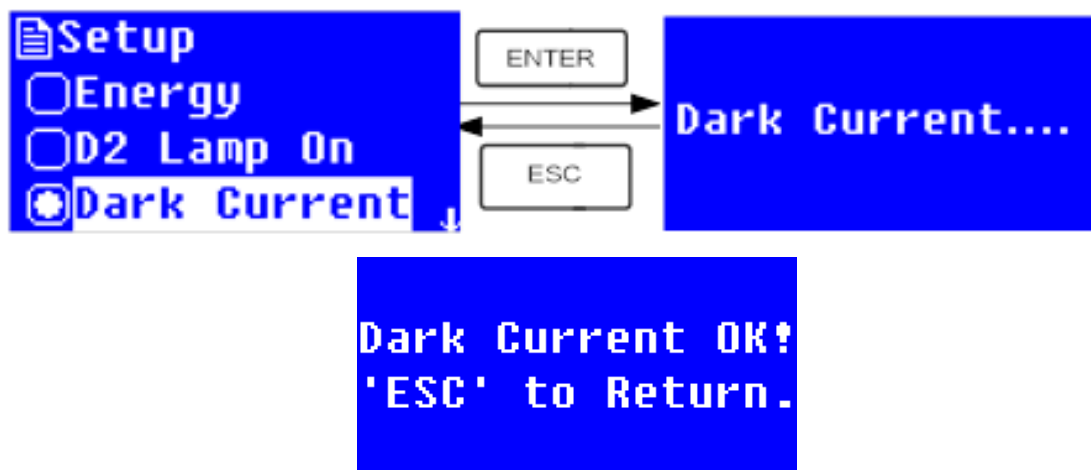

Figura 28
3. Seleccione Dark current con las teclas **▲** o **▼** y luego presione **ENTER** (figura 28)